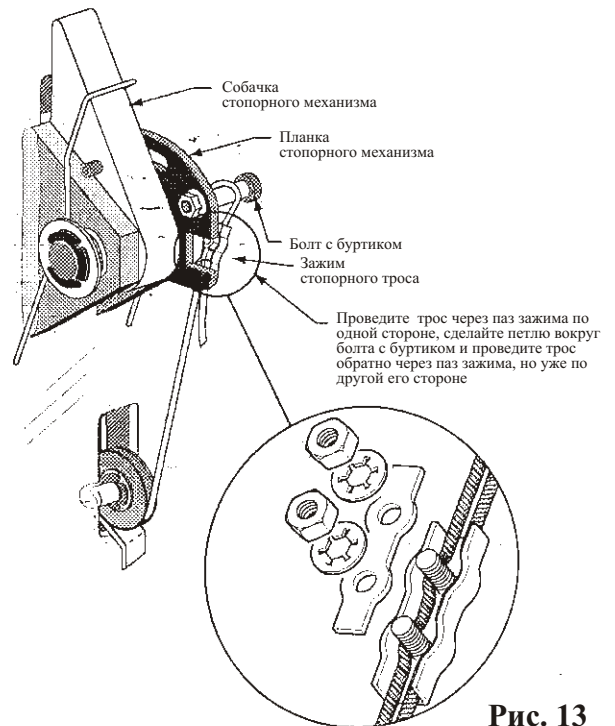

Рис. 13
- Направьте стопорный трос внутрь левой колонны и проведите его через паз соответствующего ролика. Таким образом трос должен выйти наружу из левой колонны подъемника (рис. 13).
- И) Проведите стопорный трос через паз специального зажима с одной его стороны, сделайте петлю вокруг болта с буртиком, располагающегося на планке стопорного механизма, и проведите трос обратно через паз зажима по другой его стороне (рис. 13). Поместите крышку зажима на свое место и слегка закрутите болты зажима.